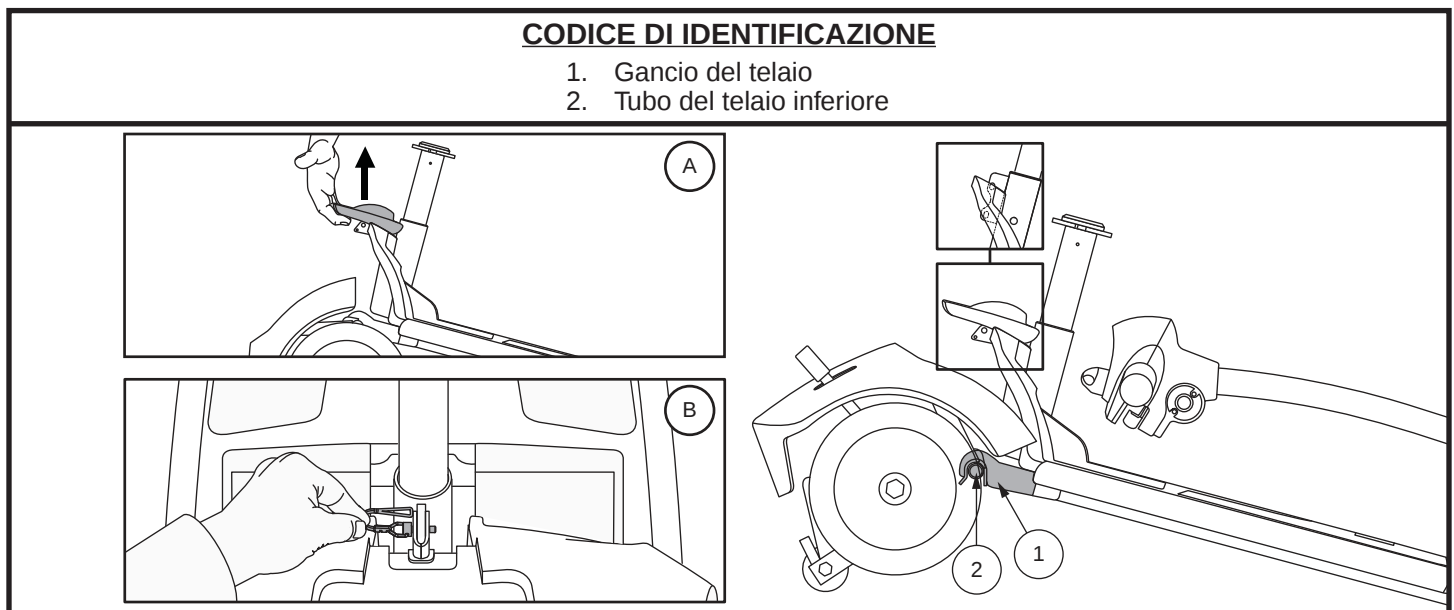

Figura 33. Leva di rilascio del telaio (Stile A) e Perni di chiusura del telaio (Stile B)
4. Separare lentamente le due sezioni del miniscooter. **Vedere figura 33.**
NOTA: Prima di effettuare il montaggio, inclinare la metà posteriore del miniscooter leggermente all'indietro sulle ruote antiribaltamento, come illustrato nella figura 33.
1. Usare la leva di rilascio del telaio (o la piantone del sedile per modelli 36, 336, 83 e 84) per sollevare la parte anteriore mentre si allineano i ganci del telaio della parte anteriore con il tubo del telaio inferiore della sezione posteriore. **Vedere figura 33.**
2. Una volta che i ganci del telaio sono sopra il tubo del telaio inferiore, abbassare la sezione anteriore e ruotare contemporaneamente la sezione posteriore. Questa operazione aggancia automaticamente la chiusura del telaio nei modelli 39, 40LX, 40X, 44X, 40E, 44E, 44LX, 49, 50LX, 54LX, 53, 53HD, 54, 54HD, 66, 67, 73, 74 e Jazzy ZTS. Nei modelli 36, 83 e 84, è necessario inoltre reinstallare il perno di chiusura del telaio per completare il montaggio del corpo. **Vedere figura 33.**